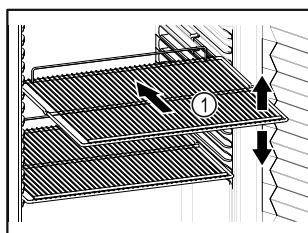

Fig. 88 Primjer izgleda
- ❑ Ako su rešetke za polaganje Fig. 88 (1) pomične, prilagodite ih po visini.